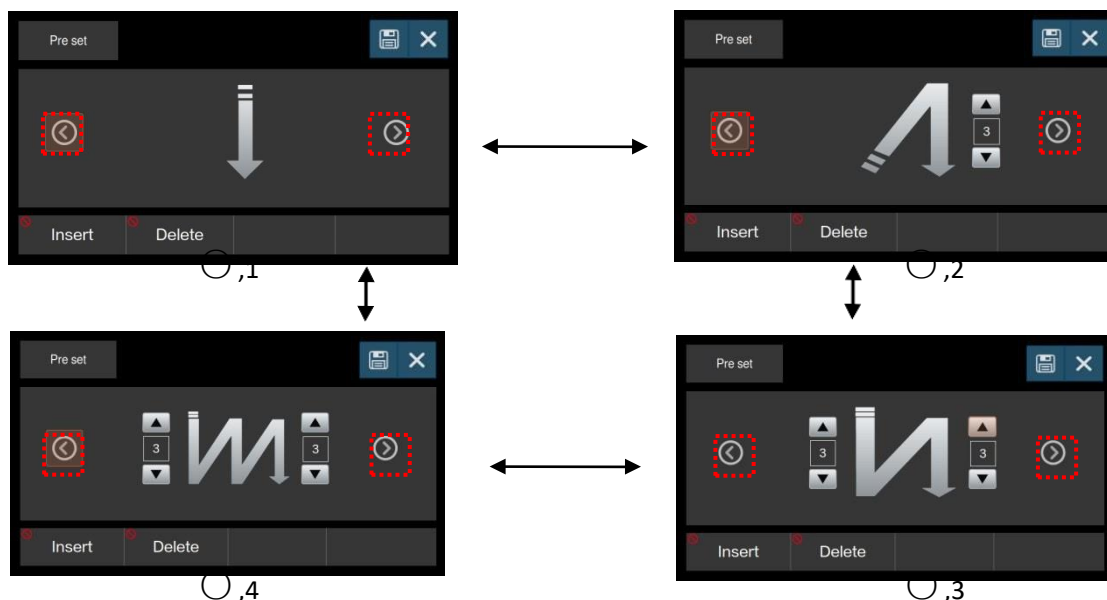

Figure 2-4 Commutation de couture inversée avant
Toucher le  modèle dans l'interface de réglage. Les motifs de renfort avant sont commutés de manière cyclique, comme indiqué sur la figure 2-4. Parmi eux, le motif de la figure ① n'est pas un renfort, le motif de la figure ② est un renfort à segment unique, le motif de la figure ③ est un renfort à deux segments et le motif de la figure ④ est un renfort à quatre segments. Sélectionnez le nombre sur le motif de renfort et cliquez ou appuyez longuement sur l'icône  à droite pour modifier le nombre de points de renfort.